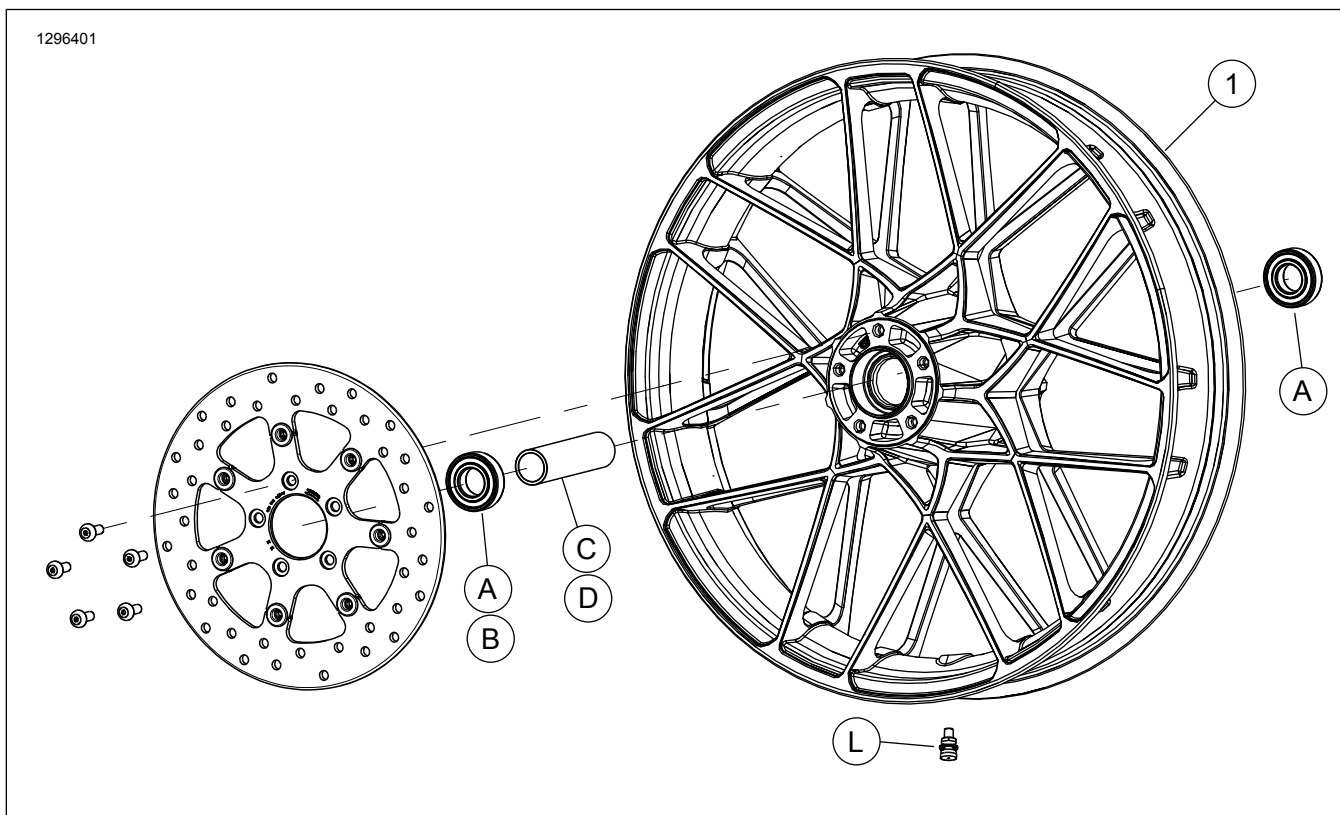

Figura 2. Parti di ricambio: Ruota anteriore
Questo kit comprende solo la ruota personalizzata. Vedere Figura 2 e Tabella 2.
2. Vedere Figura 2 Installare il gruppo dello stelo della valvola (L) sulla ruota. Vedere il manuale di manutenzione.